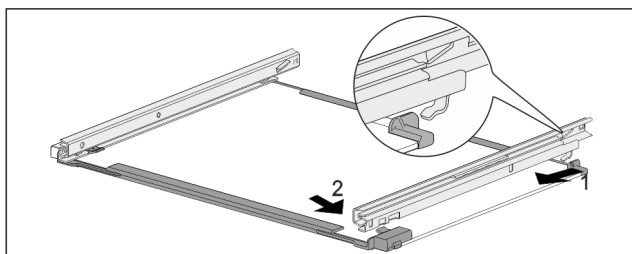

Fig. 176 带轨道的玻璃隔板
- ▶ 轨道后部钩入。Fig. 176 (1)
- ▶ 轨道前部卡紧。Fig. 176 (2)